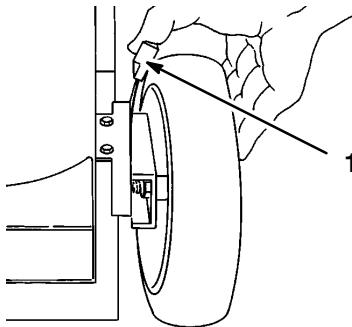

Abbildung 14
- Zur Erleichterung der Einstellung das Gehäuse anheben, damit das Rad vom Boden abhebt. **Zum Anheben des Gehäuses nicht die Hände unter das Gerät stecken.** Den Einstellhebel zum Rad drücken (Abb. 14) und auf die gewünschte Einstellung schieben. Darauf achten, daß der Stift am Einstellhebel in der Kerbe in der Verschleißplatte am Mähergehäuse einrastet. Alle Räder auf dieselbe Höhe einstellen.